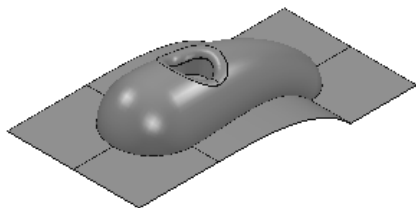

图 2-62 打开范例文件
2) 选择下拉菜单中的“文件”→“范例”命令，弹出“打开范例”对话框，选择“cowling.dkg”（“随书光盘：\第 2 章\exercise7\uncompleted\cowling.dkg”）文件，单击“打开”按钮即可，如图 2-62 所示。